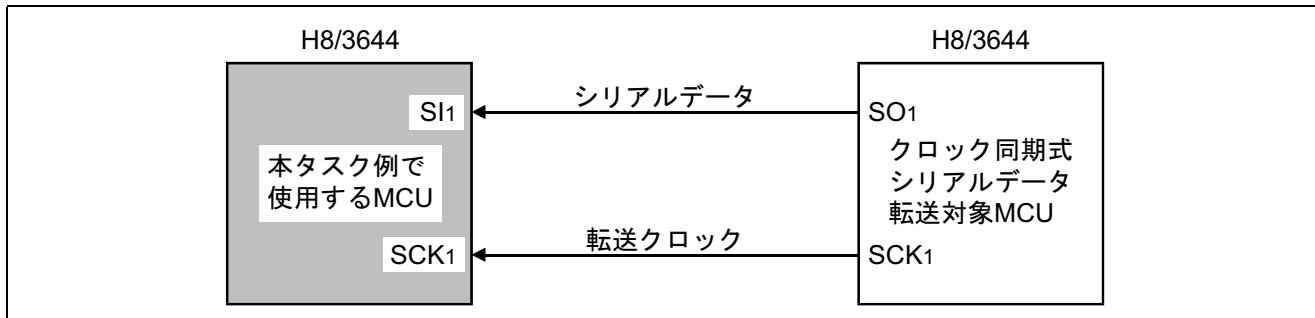

図1 クロック同期式シリアルデータ受信
- (1) 図1に示すようにクロック同期式シリアル転送機能を使用して4バイトの8ビットデータを受信します。
- (2) 転送クロックは、外部クロックを使用します。
- (3) 受信するデータのデータ長は8ビットで、データの最下位ビットから受信するLSBファースト方式による受信を行います。